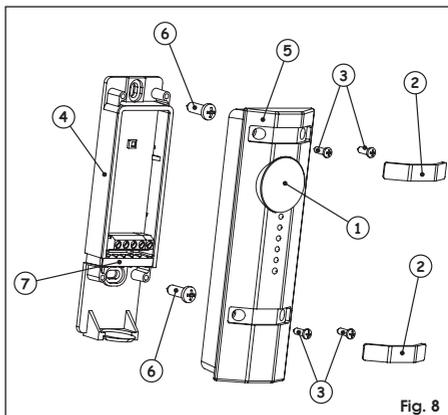

Fig. 8
Quando il ricevitore fisso **non** è installato su colonnetta posizionarlo in modo che la lente posta sul frontale (fig. 8 rif. ①) si trovi ad un'altezza **HT** compresa tra 50 e 55 cm da terra (**HT** vedere Fig. 5).
Posizionare il ricevitore fisso in modo che la lente posta sul frontale (Fig. 8 rif. ①) si trovi ad un'altezza da terra compresa tra 50 e 55 cm (HT vedere Fig. 5).
- Separare il fondo (Fig. 8 rif. ④) dal frontale (Fig. 8 rif. ⑤).
- Segnare per la foratura, i 2 punti di fissaggio corrispondenti alle viti (Fig. 8 rif. ⑥), non fornite.
- Utilizzando viti e tasselli adeguati, fissare il fondo del ricevitore (Fig. 8 rif. ④).
- Effettuare i collegamenti elettrici come indicato al Cap. 6, utilizzando il pressacavo in gomma (Fig. 8 rif. ⑦).
- Assemblare il coperchio frontale (Fig. 8 rif. ⑤) con il fondo (Fig. 8 rif. ④) utilizzando le viti (Fig. 8 rif. ③), fornite a corredo.
- Terminare il montaggio del ricevitore applicando le protezioni in gomma (Fig. 8 rif. ②) sulle viti.